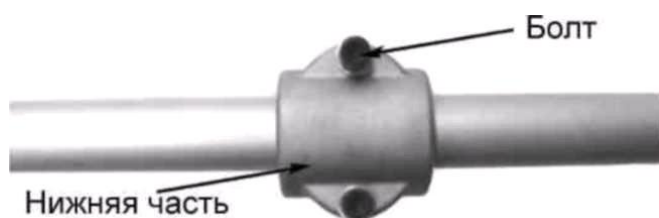

рис.4
- ✓ плотно затянуть болты. (рис.4)